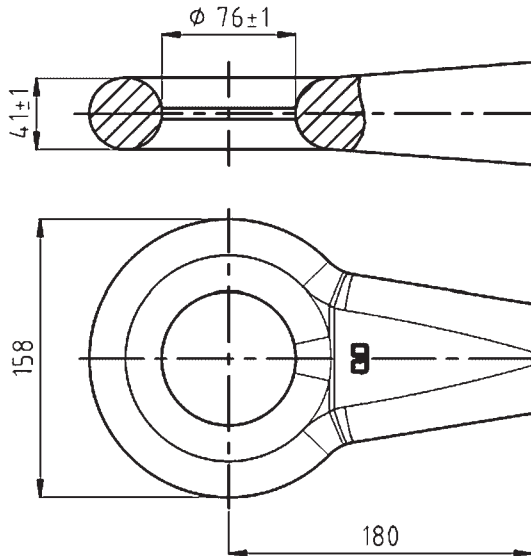

Abb. 7
2.2 Zugöse einlegen (s. Abb. 7)